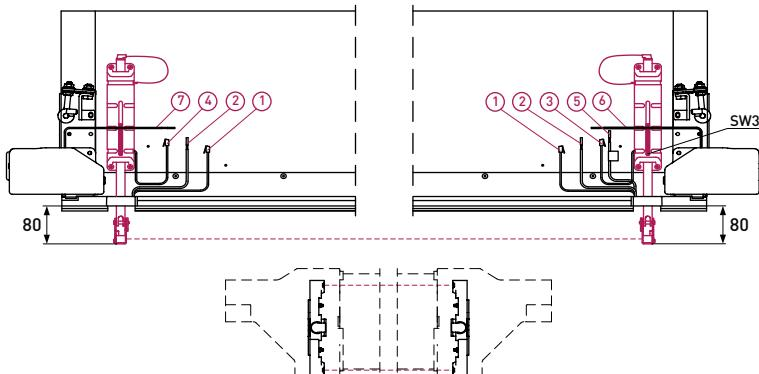

Abb. 1 — Einrichtung der Stangeposition mit dem Sensor des Sets **PFS-200KIT**
- Bei der Lieferung des Tors ist das Set der Fotozelle mit Rollenhaltern **PFS-200KIT** an dem Torblatt in Transportstellung installiert, elektrische Kabel sind an den Anschlusspunkten angeschlossen. Nach der Montage des Tors ist eine Einstellung erforderlich (Abb. 1):
5. Führen Sie die Kabel des Torblattes durch die Kabeleinführungen in die Gehäuse des Sets ein. Abb. 1 zeigt beispielhaft die Kabel eines Industrietorblattes mit einer Schlupftür mit flacher Schwelle: